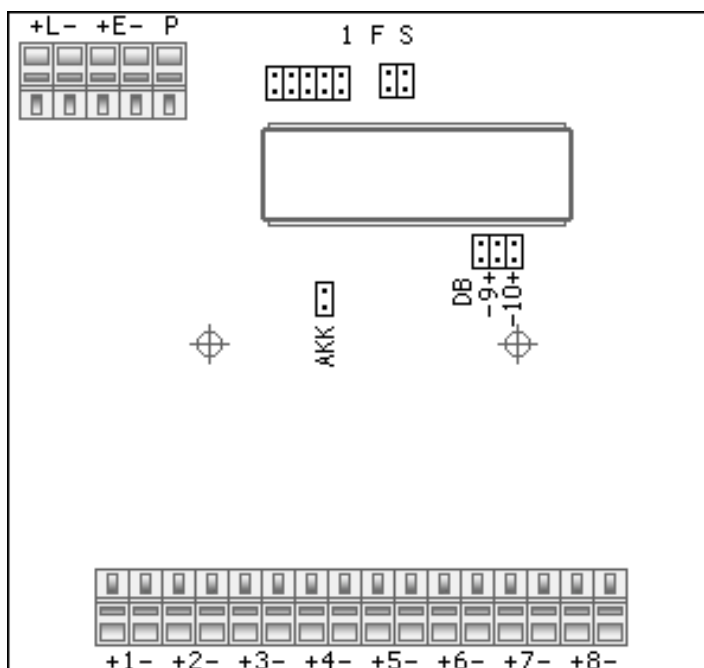

Рис.3.1.
3.1. Расположение выводов БУ представлено на рис.3.1.